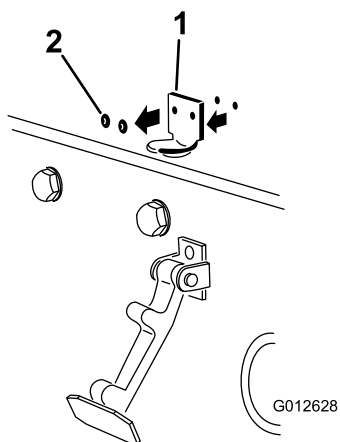

図 6
2. フードラッチブラケットをフードに固定しているリベット 2 本を外す図 6。フードからフードラッチブラケットを取り外す。